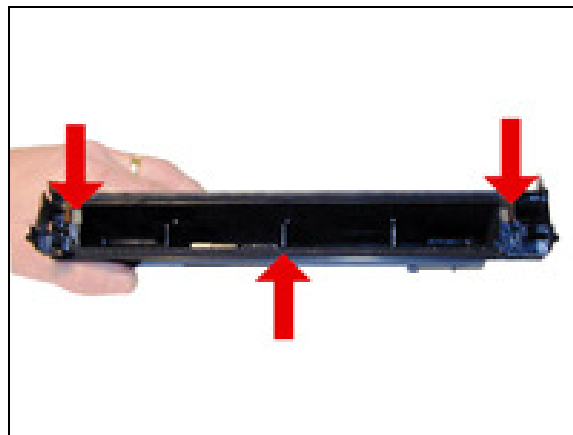

Figura 19
14) Aspirar todo resto de t nner de la tolva de desperdicios y ver que los sellos queden tambi n limpios. Ver Figura 19.